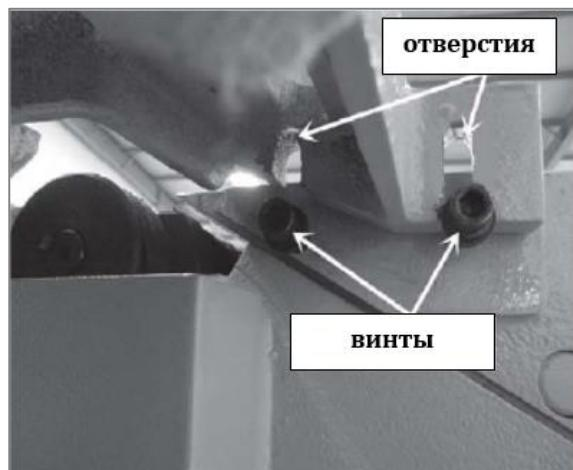

Рис. 8
3. Совместить два отверстия на суппорте с двумя винтами (**Рис. 8**)